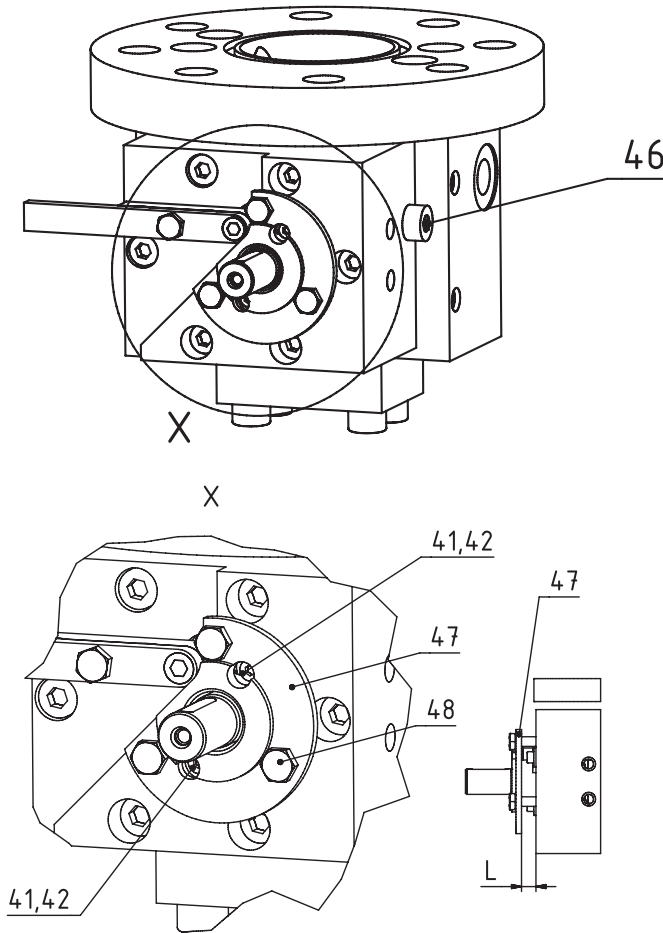

Рисунок 7.6 Выравнивание втулки сальника параллельно крышке по размеру L
- Затяните винт 48 вручную (рисунок 7.6, страница 42).